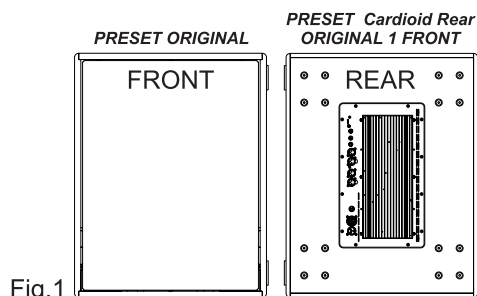

Fig.1
- **CARDIOID REAR ORIGINAL 1 FRONT:** Preset da utilizzare in sistemi con due subwoofer; nel diffusore rivolto verso il pubblico impostare il preset ORIGINAL (fig.1).